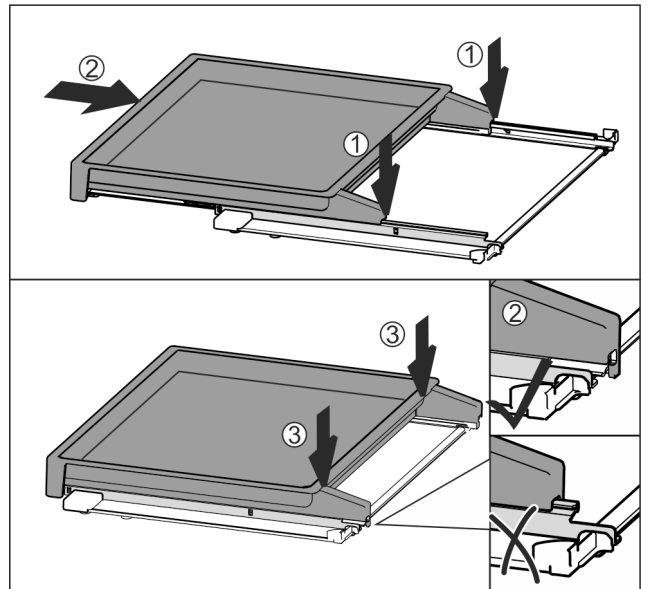

Fig. 44
- ▶ Nasadíte vyťahovaciu poličku centricky na koľajničky Fig. 44 (1).
- ▶ Úplne zasunúť vyťahovaciu poličku Fig. 44 (2).
- ▶ Tlačte na zadnú stranu, kým počutelné nezapadne Fig. 44 (3).